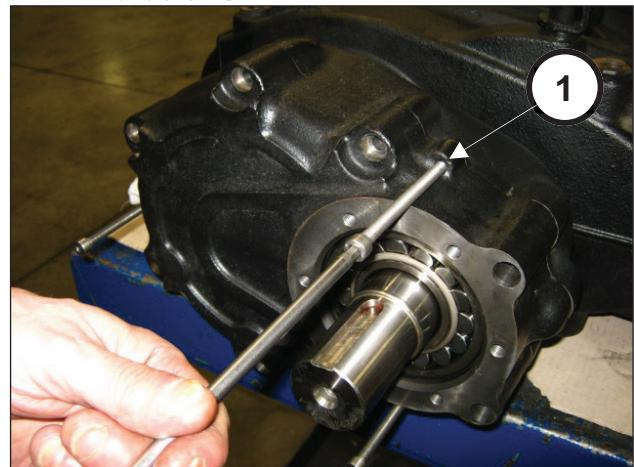
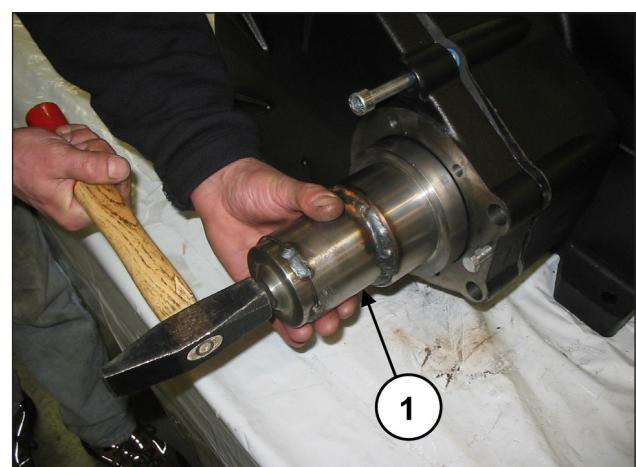

图 8
图 9
通过拔取器拧紧3个全螺纹螺柱 (①, 图 8), 同时使用专用工具 (代码 27887000) 进行锤击, 使轴承在拔出盖子 (①, 图 9) 的过程中留在链轮上。